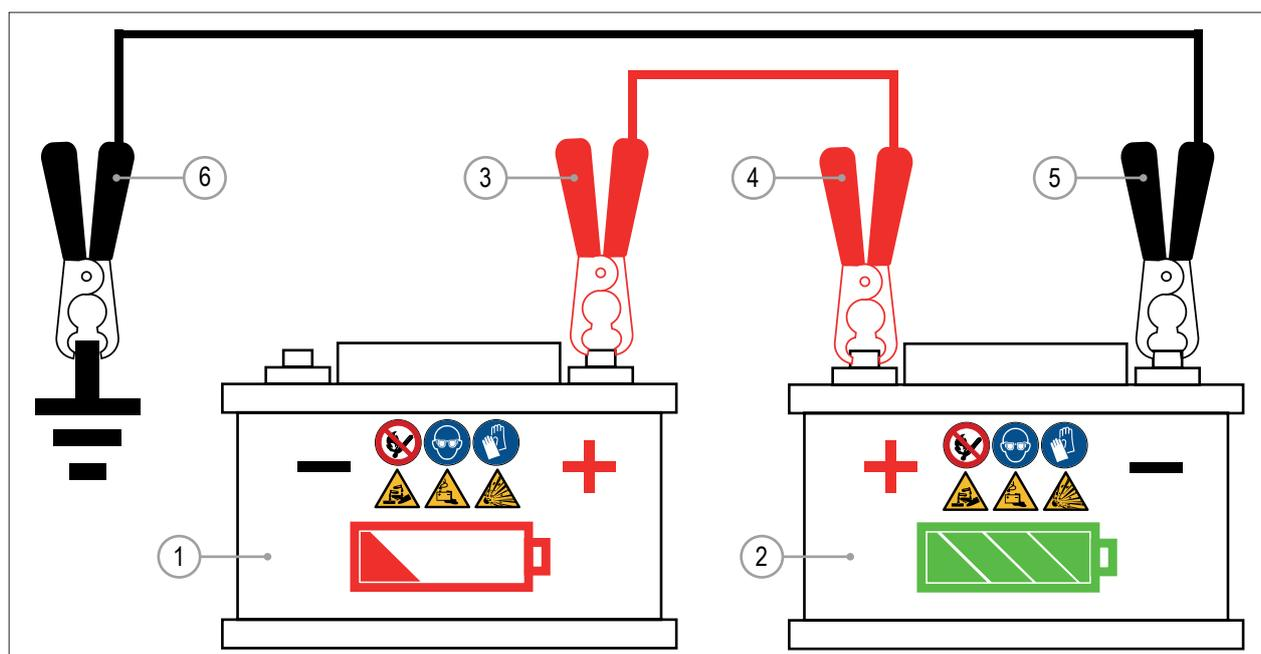

РИС. 47
Если аккумуляторная батарея машины (РИС. 47 - Рис. 1) неисправна, двигатель можно запустить с помощью вспомогательного аккумулятора и комплекта кабелей (РИС. 47- Сс. 2)
- 3) Подсоедините положительный (+) кабель вспомогательного аккумулятора к положительной (+) клемме аккумулятора машины (РИС. 47 - Рис. 3).
- 4) Подключите другой конец положительного (+) вспомогательного кабеля к положительному (+) полюсу вспомогательного аккумулятора (РИС. 47 - Рис. 4).
- 5) Подсоедините отрицательный (-) кабель вспомогательного аккумулятора к отрицательному (-) полюсу вспомогательного аккумулятора (РИС. 47 - Рис. 5).
- 6) Подсоедините другой конец отрицательного (-) вспомогательного кабеля к металлической части рамы машины или двигателя в отдалении от аккумулятора машины (РИС. 47 – Сс. 6).